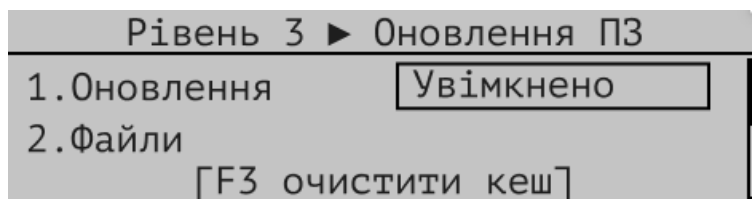

Рисунок 11.4.1 – Приклад вікна налаштування оновлення ВПЗ
11.4.2.1 ППКП v1.2.1 та вище, з відповідними налаштуваннями оновлення згідно з табл. 11.4.1 та Рис. 11.4.1, автоматично здійснює перевірку наявності оновлення